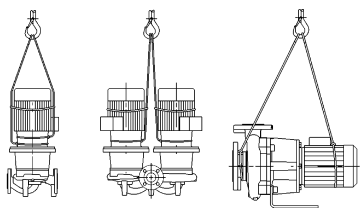

Fig. 7: Transport av pumpen
- Transportöglorna på motorn är endast till för att rikta lasten (fig 7).